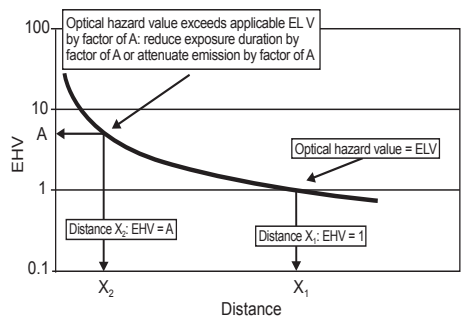

Bild 1 – Exempel på grafisk presentation av avstånd beroende på utstrålade riskvärden
Med ökat avstånd till en lampa minskar de tillämpliga riskvärdena, se bild 1. Vid avståndet X_1 , $EHV = 1$, d.v.s. EHV är lika med det tillämpliga emissionsgränsvärdet. Avstånd X_1 är riskavståndet (HD) för detta lampsystem. Vid avståndet X_2 överskrider det optiska riskvärdet det tillämpliga emissionsgränsvärdet med en faktor på A . Vid detta avstånd kan överdriven exponering för optisk strålning reduceras antingen med